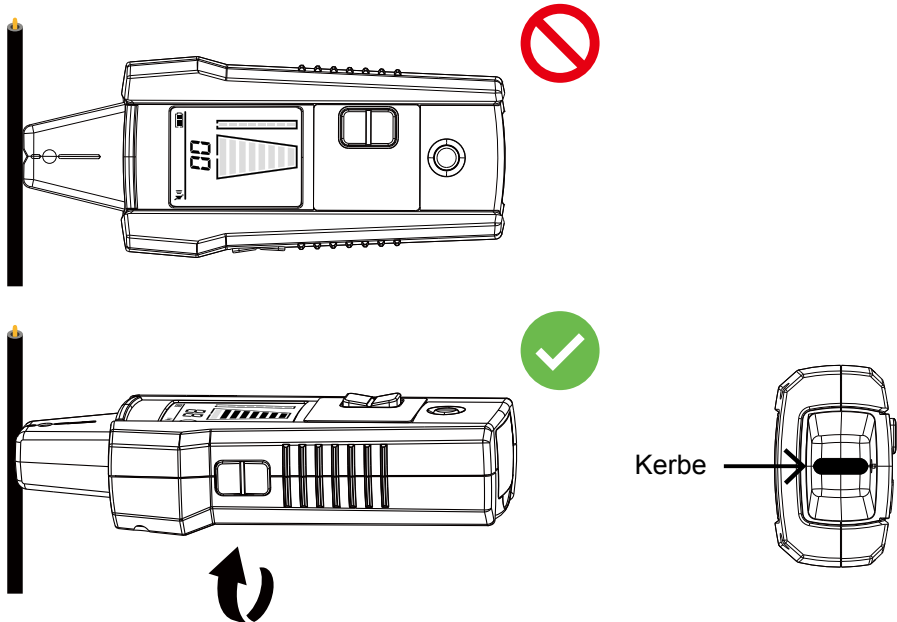

Abbildung 3.1e: Kerbe des Spitzensensors ausrichten
3. Für optimale Ergebnisse bei der Suche spannungsführender Leiter richten Sie die Kerbe am Spitzensensor an der dargestellten Leiterrichtung aus (siehe Abbildung 3.1e). Bei falscher Ausrichtung kann das Signal möglicherweise nicht erkannt werden. Drehen Sie den Sender zum Überprüfen der Leiterrichtung hin und wieder um 90°. Wenn das Kabel in Flucht mit der Vertiefung im Spitzensensor verläuft, erhalten Sie die höchste Signalstärke.